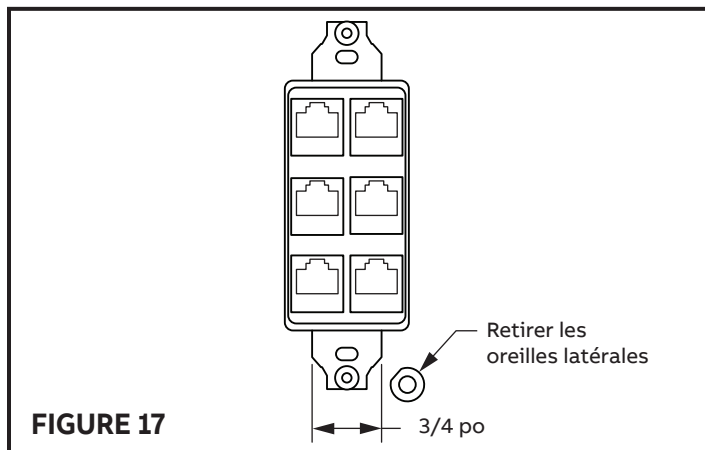

FIGURE 17
- 7.2 Retirer toutes les oreilles latérales de la plaque de montage et tailler les courroies de montage à 3/4 po de largeur. (Voir figure 17).